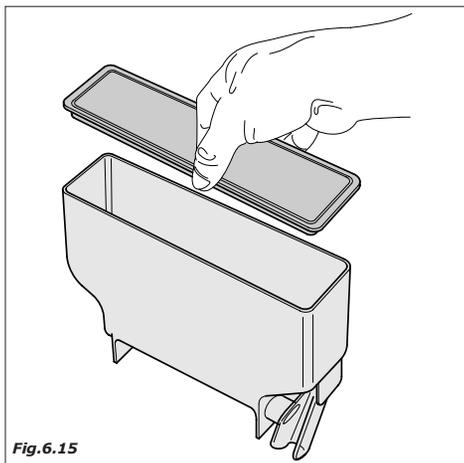

Fig. 6.15
- tirar as tampas e as guias produtos (Fig.6.15). Por tudo na solução antecedentemente preparada